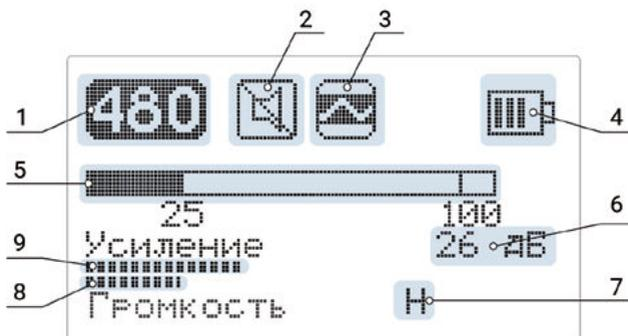

Рисунок 2 – Вид основного экрана для канала «480»
4.3.1 Вид основного экрана для канала «480» (рис. 2).
4.3.2 Обозначение выбранного рабочего канала отображается в верхнем левом углу дисплея (п. 1, рис. 2):